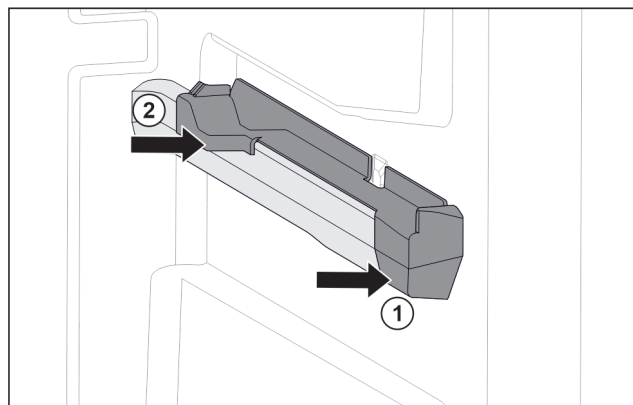

Fig. 19 Вставна частина на правому ребрі для резервуару
- ▶ Одягти вставну частину вперед на ребро резервуару. Fig. 19 (1)
- ▶ Притиснути вставну частину позаду. Fig. 19 (2)